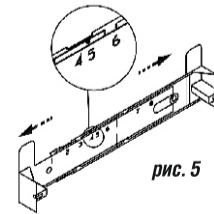

рис. 5
- увеличьте размер кронштейна (если это необходимо), раздвинув его, и установите фиксатор напротив цифры 5 (см. рис. 5);